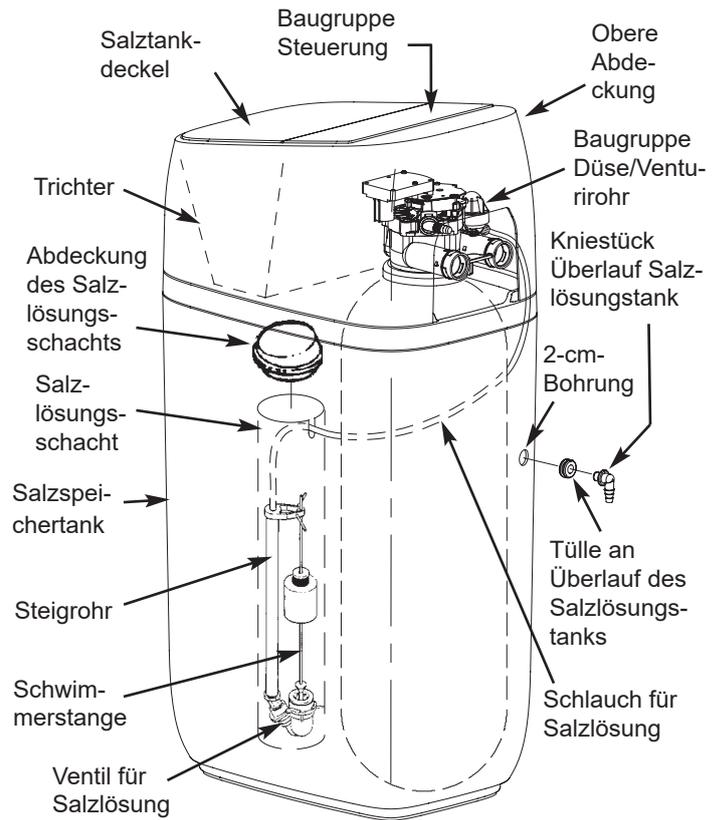

Abb. 10
1. Entfernen Sie am Vitaset Aqua Wasserenthärter den Salzspeichertankdeckel und legen Sie ihn beiseite, um eine Beschädigung im Rahmen der Installation zu verhindern. Rasten Sie den Trichter aus und ziehen Sie ihn nach oben heraus (siehe Abb. 10 auf Seite 13). Überprüfen Sie den Salzlösungsschacht und achten Sie darauf, dass er einwandfrei und senkrecht sitzt.
2. Heben Sie die Baugruppe Steuerung (siehe Abb. 10 auf Seite 13) nach oben aus der oberen Abdeckung heraus und setzen Sie sie durch die Öffnung hindurch, in der sich zuvor der Trichter befand, ein. Rasten Sie die obere Abdeckung aus, um Zugriff auf die Ventilbaugruppe des Wasserenthärters zu erhalten. Achten Sie darauf, die Kabel keiner Zugspannung auszusetzen.
4. Installieren Sie die Tülle für den Überlauf des Salzlösungstanks und das Kniestück in die 2 cm-Bohrung in der Rückwand des Salzspeichertanks (siehe Abb. 10 auf Seite 13).